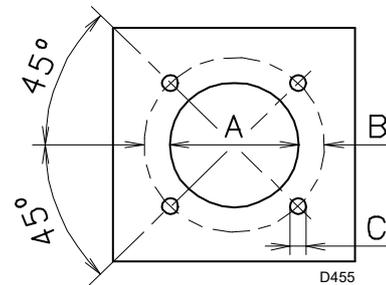

Fig. 14
Percer la plaque de fermeture de la chambre de combustion comme indiqué dans la Fig. 14. La position des trous filetés peut être tracée en utilisant l'écran thermique fourni avec le brûleur.
- Introduire tout le brûleur sur le trou de la chaudière, précédemment prédisposé, (Fig. 14 à la page 19), et le fixer avec les vis fournies de série.